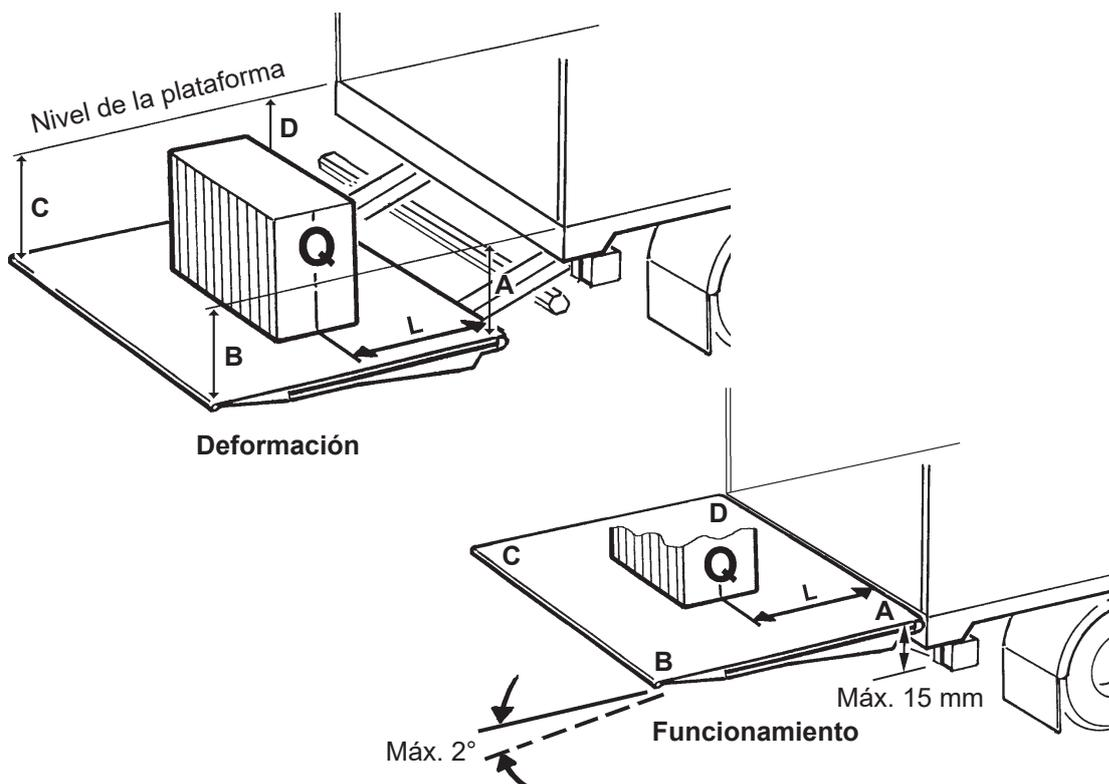

Figura 77. Prueba y verificación
- Colocar el elevador trasero en la posición a media altura hacia el nivel de la plataforma y con el puente en posición horizontal. Medir las medidas comparativas A-B-C-D, como se ilustra Figura 77.